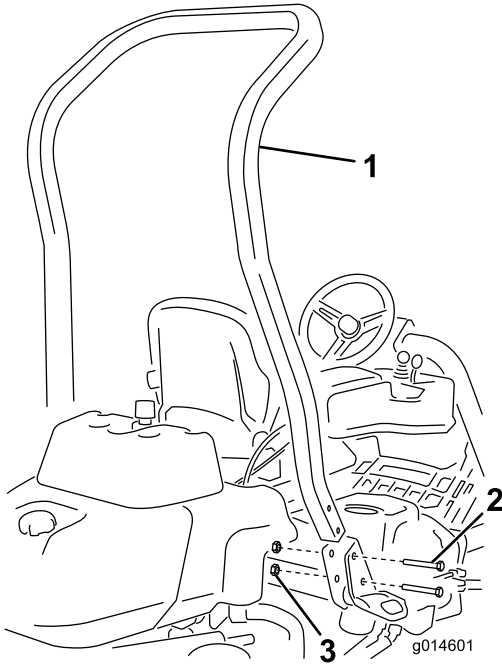

图3
3. 如图3所示，使用 4 个螺栓 (1/2 x 3/4 英寸) 和 4 个凸缘螺母 (1/2 英寸) 将翻车保护杆安装到机器两侧的卡槽中。